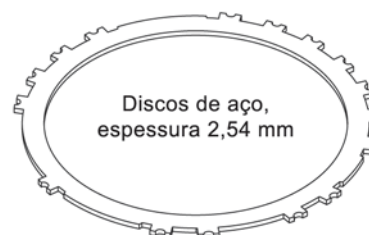

Figura 243
26. Os discos da embreagem de Baixa e Ré possuem espessura diferente e possuem padrão de ranhuras diferentes que os discos da embreagem 2-4, conforme mostra a figura 243.
27. Os discos de aço da embreagem de Baixa e Ré possuem espessura diferente que os discos de aço da embreagem 2-4, conforme mostra a figura 243.